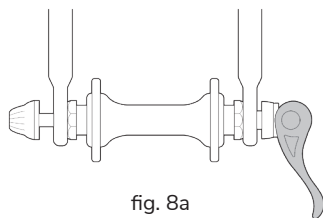
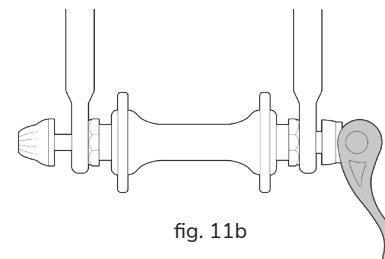

fig. 8a
fig. 11b
- Pusta oś z wałkiem (szpilką) przebiegającym przez nią, z nakrętką regulującą na jednym końcu i zaciskiem mimośrodowym na drugim (nazywany mimośrodowym systemem zaciskowym lub szybkozamykaczem) (rys. 8a i b).
1. Jeśli rower jest wyposażony w mocowanie przedniego koła z zaciskiem mimośrodowym (szybkozamykacz), zmień położenie uchwytu zacisku tak, aby odstawał od koła (rys. 11b). To jest pozycja OTWARTA (OPEN). Jeśli w rowerze zastosowane jest mocowanie przedniego koła śrubą mocującą, przejdź do następnego kroku.
2. Ze skierowanym do przodu widelcem umieść koło pomiędzy goleniami widelca tak, aby oś znalazła się dokładnie w górnej części mocowań w widelcu. Uchwyt zacisku (jeśli występuje) powinien znajdować się po lewej stronie roweru, patrząc od strony rowerzysty (rys. 8a). Jeśli rower jest wyposażony w drugie mocowanie zaciskowe, zablokuj je.
3. Jeśli rower jest wyposażony w tradycyjny mechanizm z zaciskiem mimośrodowym, trzymając prawą ręką uchwyt zacisku w pozycji OTWARTEJ (OPEN) (rys. 11b), dokręć mocowanie, regulując lewą ręką nakrętkę do momentu wyczucia oporu (rys. 8a). Jeśli
4. W przypadku mechanizmu z zaciskiem mimośrodowym przesunąć uchwyt szybkozamykacza do pozycji OTWARTEJ (OPEN) (rys. 11b). W przypadku mechanizmu ze śrubą mocującą poluzuj łączenie za pomocą odpowiedniego klucza, dźwigni blokującej lub uchwytu zintegrowanego (rys 12), a następnie popchnij koło do przodu na tyle, aby umożliwić zdjęcie łańcucha z tylnej zębatki.
1. W przypadku systemu z zaciskiem mimośrodowym (szybkozamykaczem) przesunąć uchwyt zacisku do pozycji OTWARTEJ (OPEN) (rys. 11b). Uchwyt powinien znajdować się z boku koła, po przeciwnej stronie od kół zębatach i przerzutki.